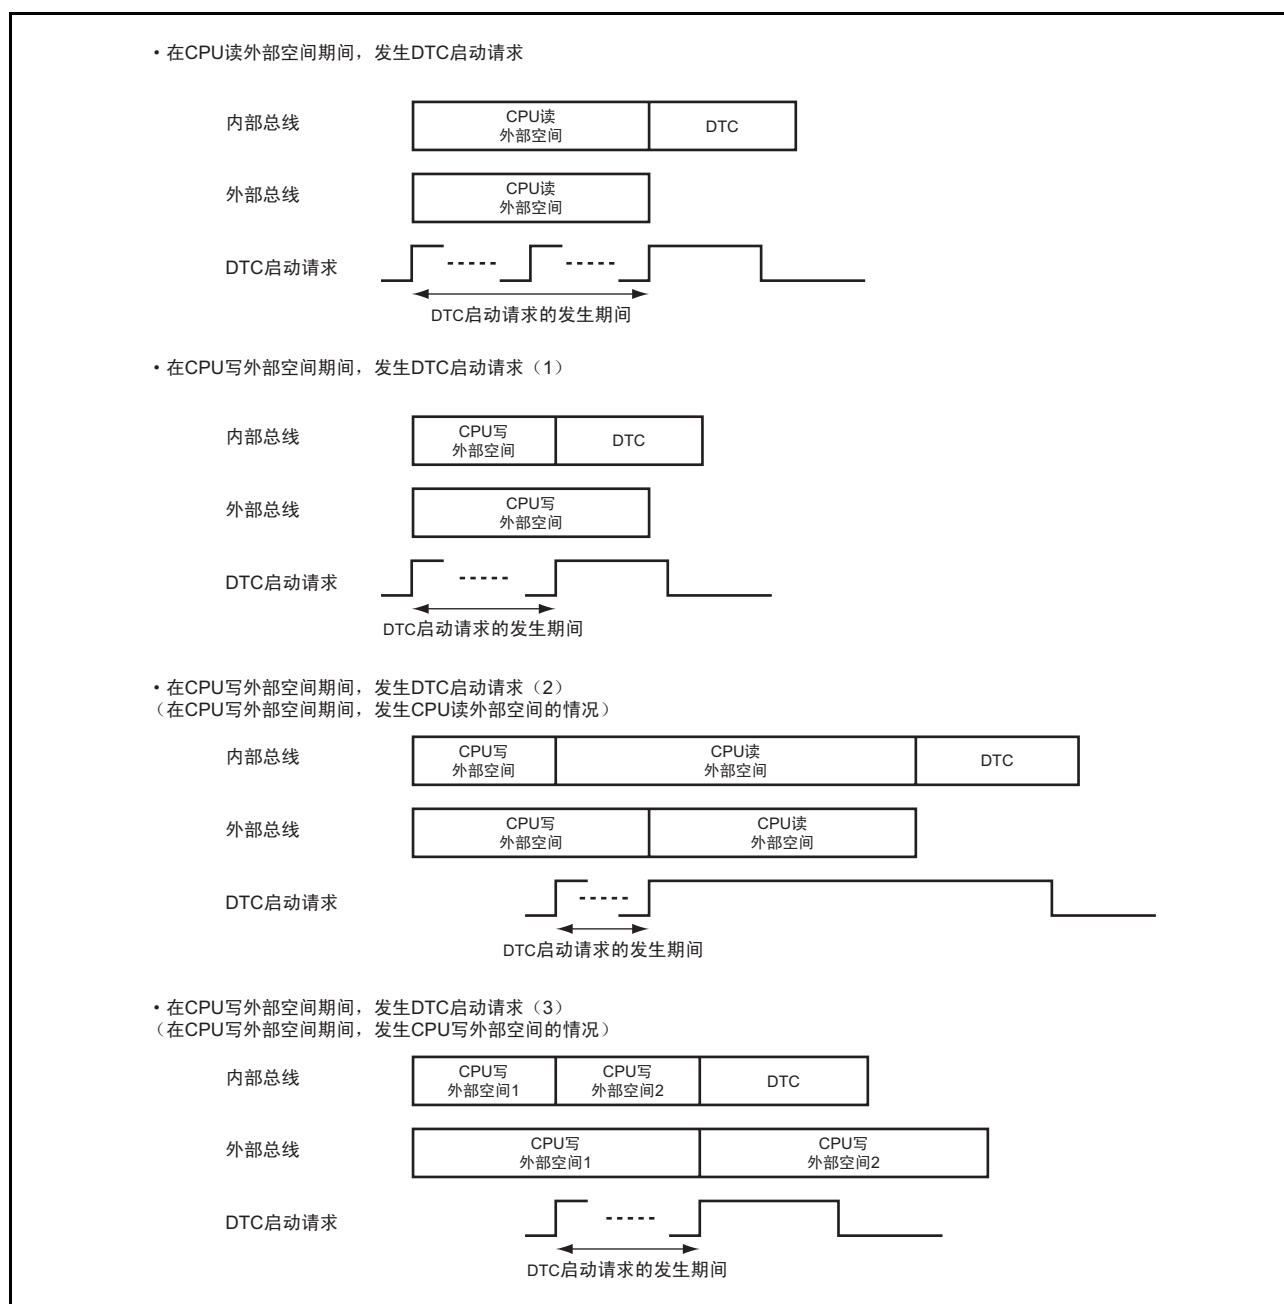

图 9.9 在 CPU 存取外部空间期间发生 DTC 启动请求时的总线仲裁
另外，对于“9.5.7 (2) LSI 内部总线主控的存取”中记述的写缓冲器操作，在 CPU 读写外部空间时，CPU 和 DTC 的仲裁不同。在 CPU 存取外部空间期间发生 DTC 启动请求时的总线仲裁如图 9.9 所示。